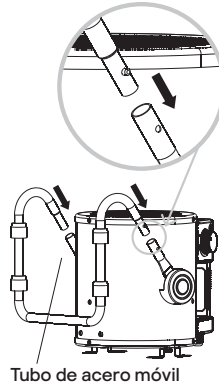

Figura 2
2. Coloque la máquina sobre una mesa relativamente plana, inserte en el tubo de acero móvil la base del tubo de acero en la dirección de la flecha y presione el sistema de encastrado con los dedos derecho e izquierdo. Inserte la base del tubo de acero en el tubo de acero móvil. El montaje habrá finalizado cuando los dos sistemas de encastrado hayan entrado en los orificios del tubo de acero móvil, tal y como se muestra en la Figura 2.